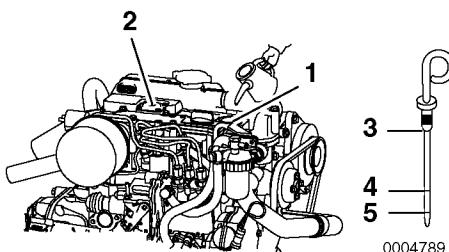

Figura 6
2. Remova a vareta do óleo (**Figura 6, (3)**) e limpe-a com um pano limpo.
4. Remova a vareta do óleo. O nível de óleo deve estar entre as linhas superior (**Figura 6, (4)**) e inferior (**Figura 6, (5)**) da vareta do óleo.
1. Remova o tampão amarelo da porta de enchimento de óleo da porta de enchimento (**Figura 6, (1)**) na cobertura do braço do oscilador (**Figura 6, (1)**) e encha de óleo do motor.
2. Encha de óleo do motor até ao limite superior (**Figura 6, (4)**) da vareta de óleo (**Figura 6, (3)**).